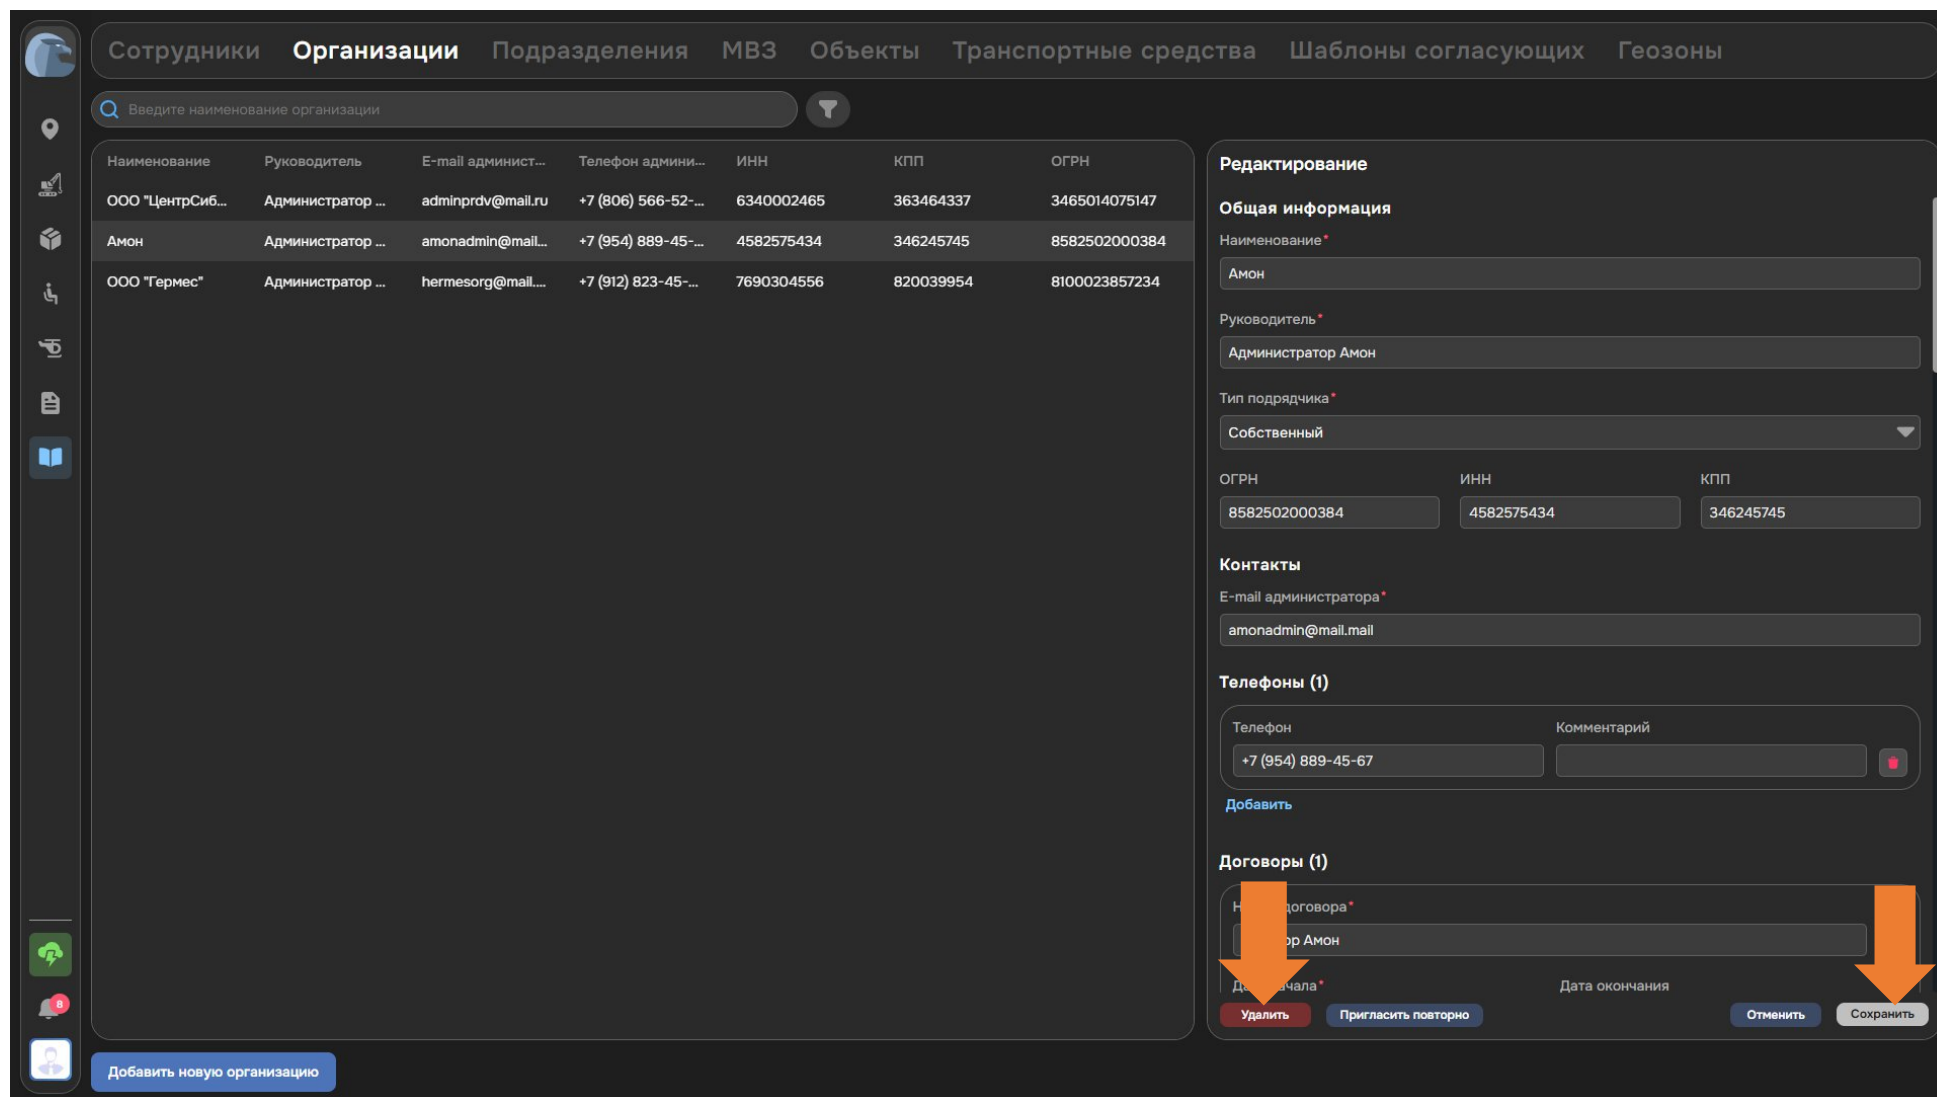

Рисунок 108. Просмотр и редактирование элемента справочника
3. Для просмотра информации о конкретном элементе справочника нажмите на него. В правой части появится подробная информация о выбранном элементе (см. Рисунок 108). При выборе элемента необходимо учитывать, что справочники «Подразделения», «МВЗ» и «Объекты» имеют древовидную структуру, поэтому выбор конкретного элемента справочника требует раскрытия уровней до выбора необходимого элемента.
4. Интерфейс просмотра предусматривает возможность редактирования полей (при наличии прав) и возможность удаления элемента справочника. Внесенные изменения подтверждаются нажатием кнопки «Сохранить» (см. Рисунок 108). Удаление выполняется нажатием кнопки «Удалить» (см. Рисунок 108).